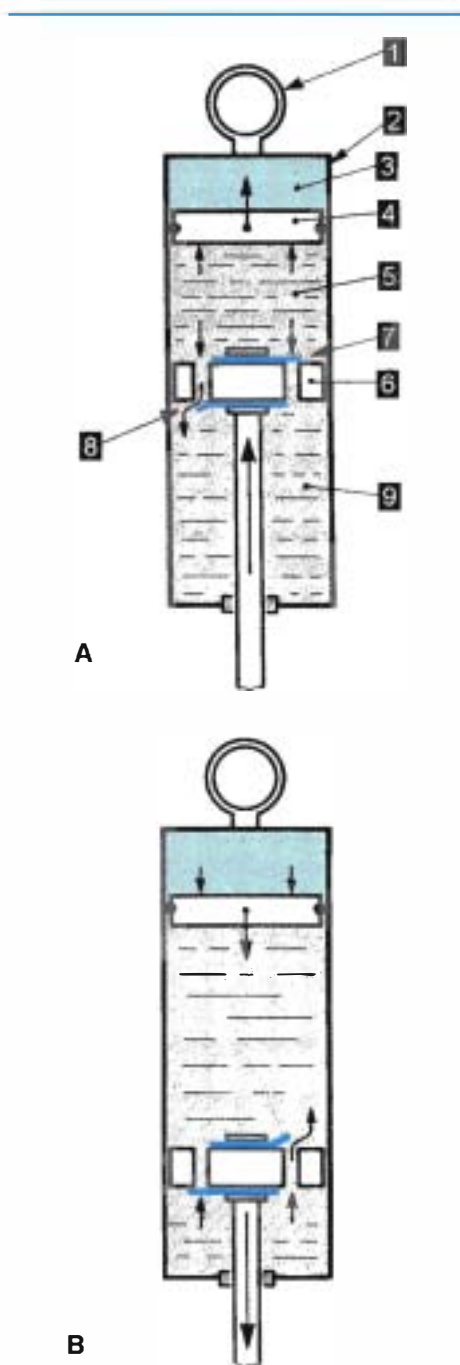

Figure 14.13 • Principe de fonctionnement d'un amortisseur.
- la raideur des ressorts des clapets, qui permettent un passage plus ou moins facile du liquide suivant le sens du déplacement (figure 14.13).